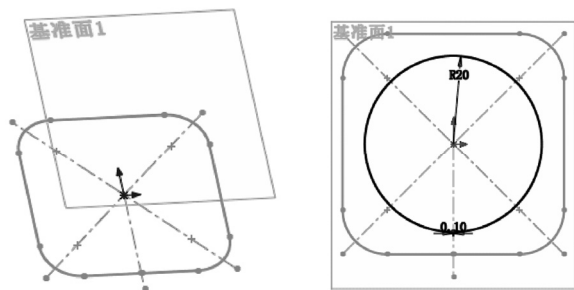

图 10-38 生成基准面
3) 绘制第 2 个草图。单击“特征”控制面板“参考几何体”下拉列表中的（基准面）按钮，弹出“基准面”属性管理器，在属性管理器“选择参考实体”列表框中选择“上视基准面”，输入距离值“40”，生成与上视基准面平行的基准面，如图 10-38 所示。使用上述相似的操作方法，在圆草图上绘制一个 0.1 宽的缺口，使圆草图为开环，如图 10-39 所示，然后单击（退出草图）按钮。